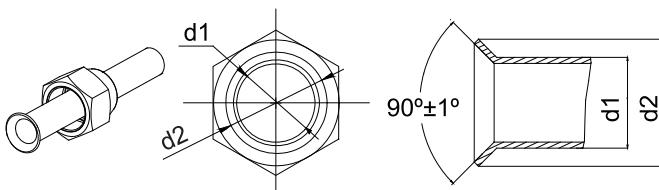

Fig.11
- (1). Tăiați conductă de legătură cu cleștele de tăiat țevi și îndepărtați bravurile.
- (2). Țineți conductă în jos pentru a nu lăsa ca așchiile să intre în conductă.
- (3). Îndepărtați capacele manșonului de la supapa de oprire a unității de exterior și în interiorul sacului de accesoriu al unității de interior, apoi introduceti-le în conductă de legătură și apoi largiți conductă de legătură cu o sculă de evazare.
- (4). Verificați dacă piesa manșonului este uniformă și dacă sunt fisuri. (a se vedea Fig.11)